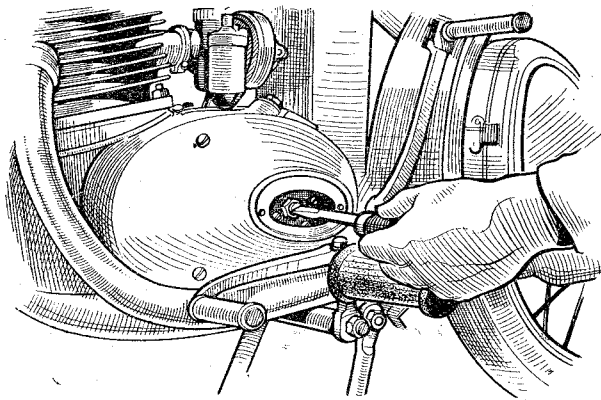

FIG. 6. — RÉGLAGE DES RESSORTS D'EMBRAYAGE
- Replacer les porte ressorts et leurs ressorts dans les trous de plaquettes et serrer uniformément (fig. 6).